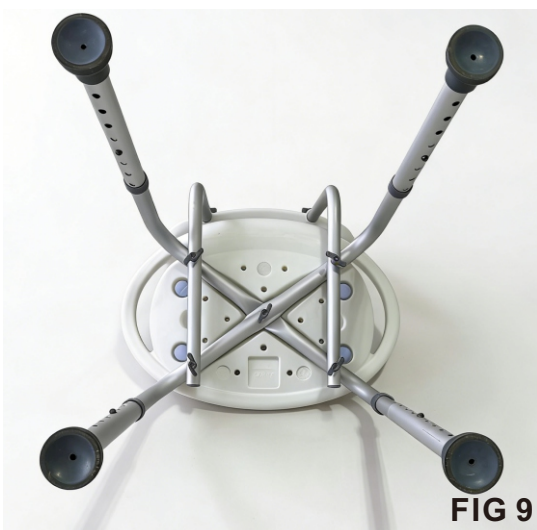
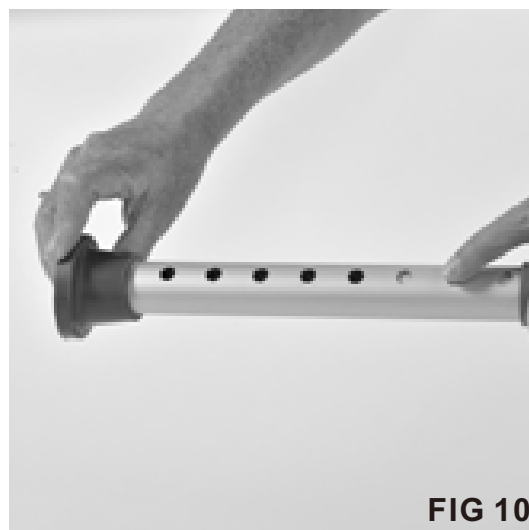

FIG 9
FIG 10
- Tome la primera pata ajustable con pie de goma y conéctela al soporte para piernas en forma de U (consulte la FIG. 9). Con el pulgar, presione el botón del soporte para piernas en forma de U. La pata ajustable con pie de goma se deslizará sobre el soporte para piernas en forma de U. (consulte la FIG. 10).